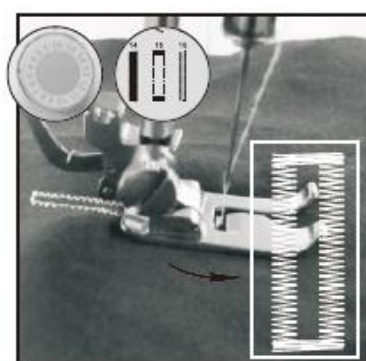

Fig.19
- 6) Kies de 7e steek, schakel het apparaat dan in en naai totdat het knoopsgat voltooid is (Fig.19).